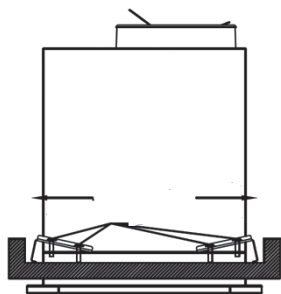

Рис.12
4. Ослабьте 8 винтов крепления на 4 крепёжных скобах вытяжки и установите крепёжные скобы на верхней стороне края шкафа, отцентрировав вытяжку в отверстии (Рис.12).